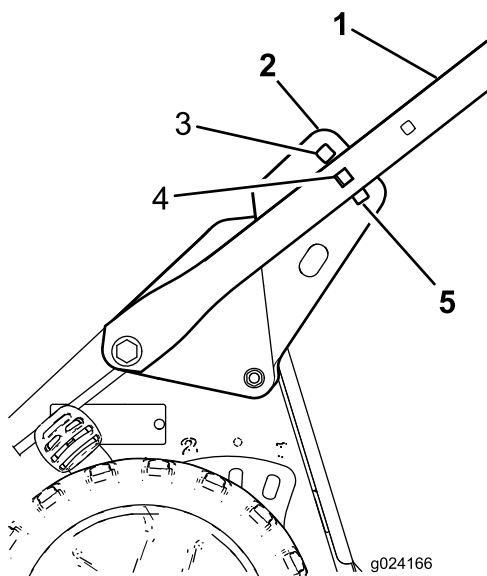

Figura 5
- Sitúese en la posición del operador para determinar la altura del manillar que le resulte más cómoda (Figura 5).